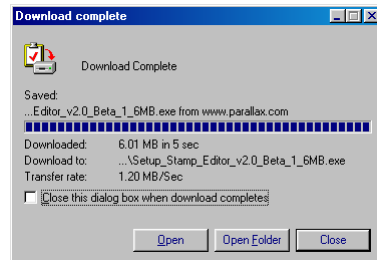

Figura 1-13
- √ Quando il Download è completo, lasciare aperta la finestra mostrata in Figura 1-13 mentre andate alla sezione seguente - **Esercizio #2: Installazione del Software.**